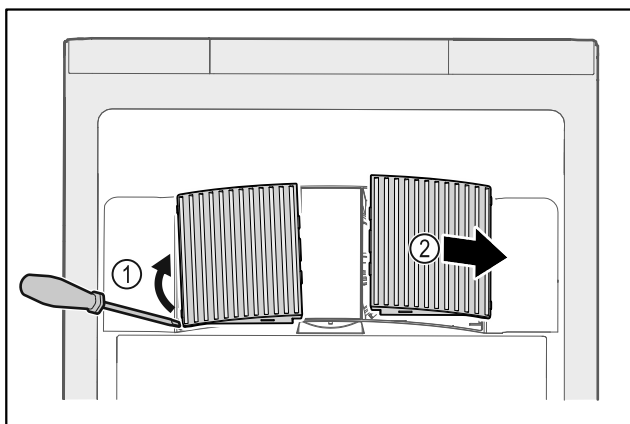

Fig. 173
- ▶ Ventilatoriaus uždangalus atsargiai nukelkite iš šono Fig. 173 (1) ir nuimkite į priekį Fig. 173 (2).